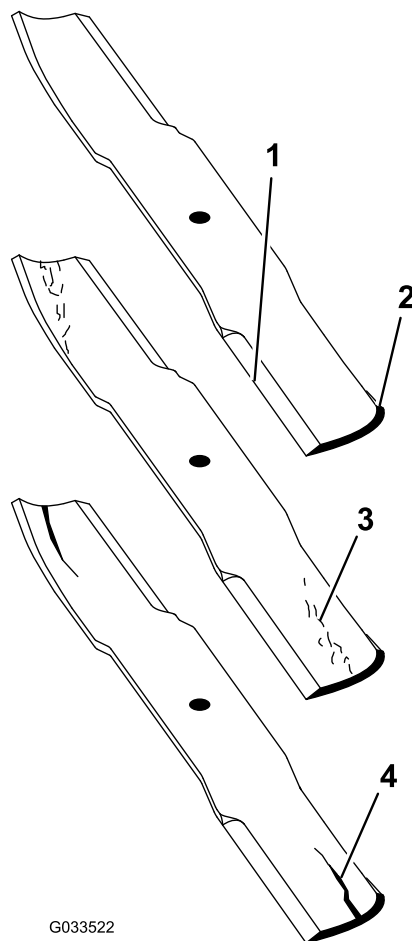

Bild 84
2. Prüfen Sie die Schnittkanten des Messers sorgfältig, insbesondere dort, wo die geraden Flächen die gebogenen berühren (Bild 84).
Hinweis: Da Sand und anderes reibendes Material das Metall abschleifen kann, das die flachen mit den gebogenen Teilen verbindet, müssen Sie das Messer vor jedem Einsatz des Rasenmähers prüfen. Wenn Sie Abnutzungen (Bild 84) feststellen, sollten Sie das Messer auswechseln.